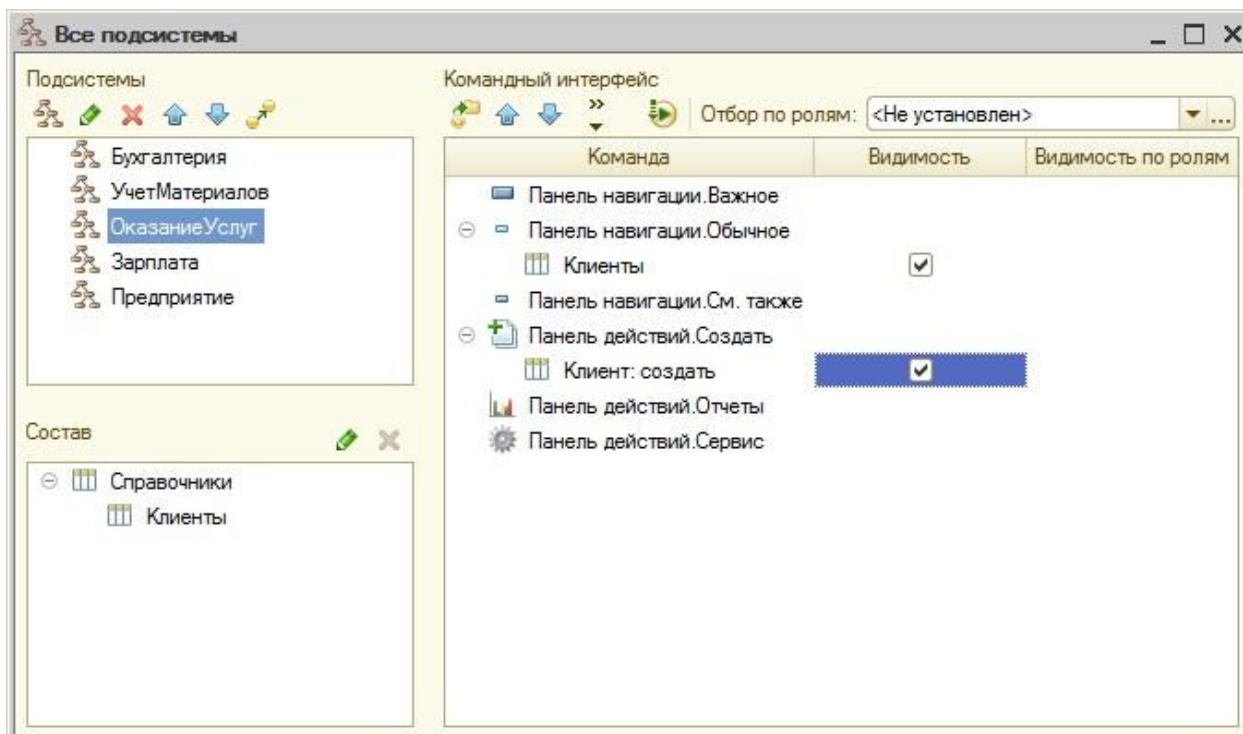

Рисунок 23 Меню «Все подсистемы»
- Выберите узел «Подсистемы» в дереве объектов конфигурации. В контекстном меню укажите пункт «Все подсистемы», выделите «Оказание услуг», напротив «Клиенты:создать» и «Клиенты» поставьте галочку (рис. 23).